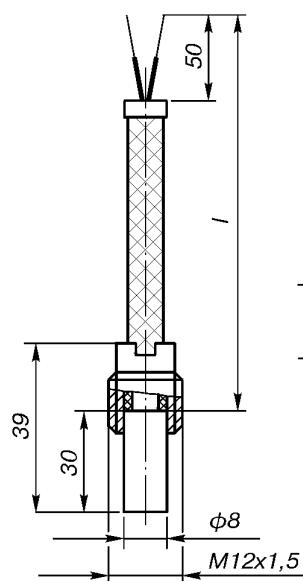

Рис.2.
- 02* по рис.2
3. Длина монтажной части, L, мм / длина кабельной выводной части I, мм - для рис.2, 9, 11, 13.